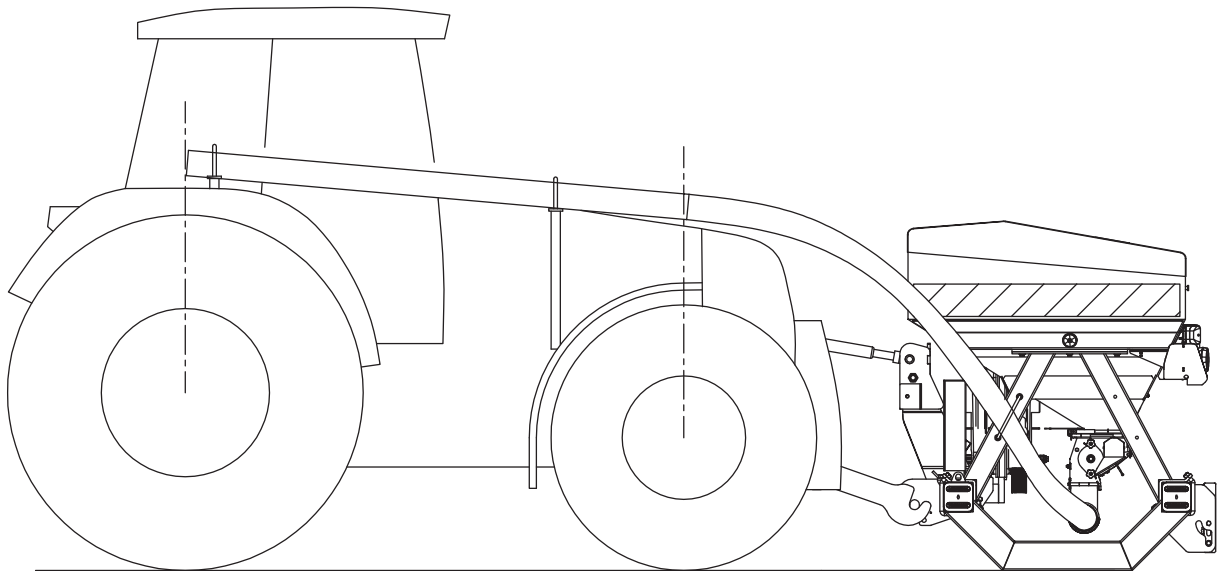

Fig.3
Recouper le tuyau au niveau de l'axe des roues avants et arrières tracteur (fig. 3).
- Pour déterminer la longueur du tuyau de raccordement souple, faire le montage avec la trémie avant posée au sol (fig. 3).